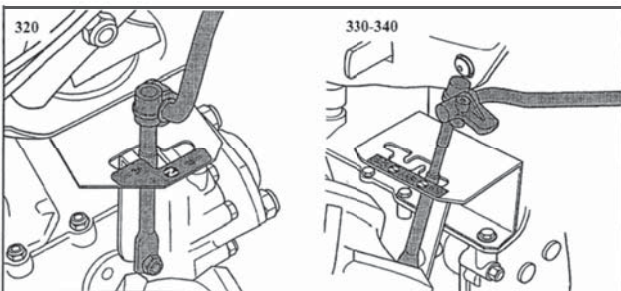

рис. 2
**E** Рычаг ВОМ. На двухколёсных тракторах есть устройство безопасности, которое предотвращает одновременное включение роторного культиватора и задней скорости (рис. 2, 3).